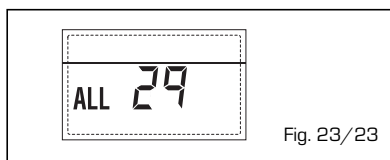

Fig. 23/23
**- ANOMALIA SONDA RITORNO RISCALDAMENTO "ALL 30" (fig. 23/24)**